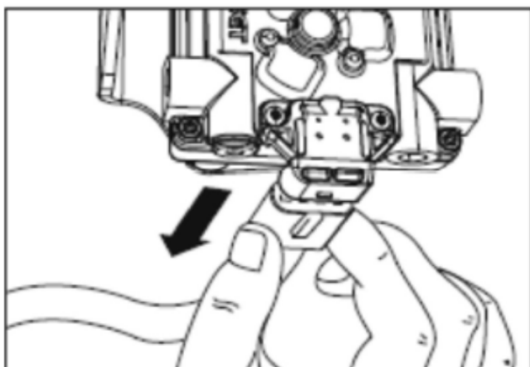

Рис.1
2.1.2 Отсоединить электрический разъем от актуатора рис.1.